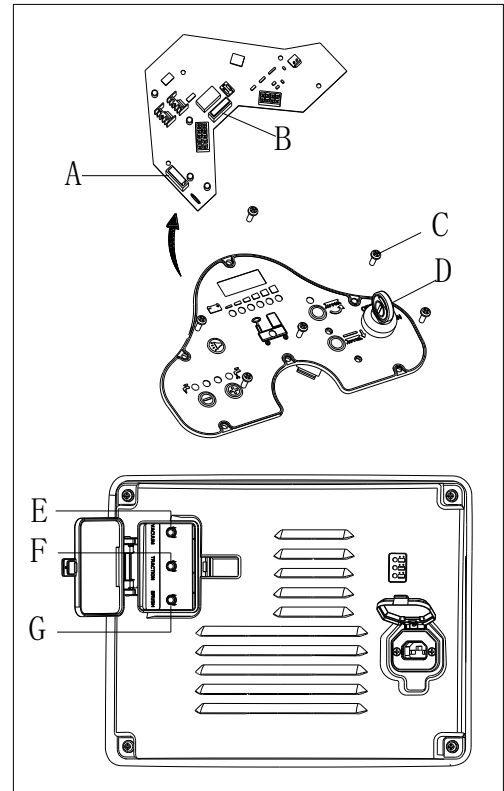

Figura 24
1. Gire el interruptor de llave (D, Figura 24) hacia "OFF".
3. Desatornille los tornillos (C) del panel de control y gire hacia el PDBA para encontrar el fusible (A y B).